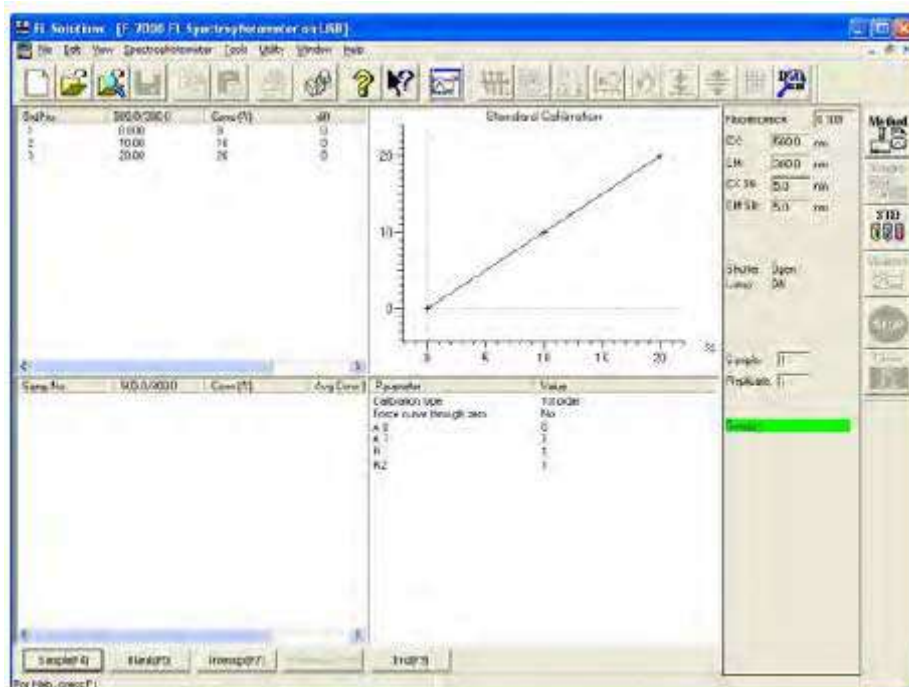
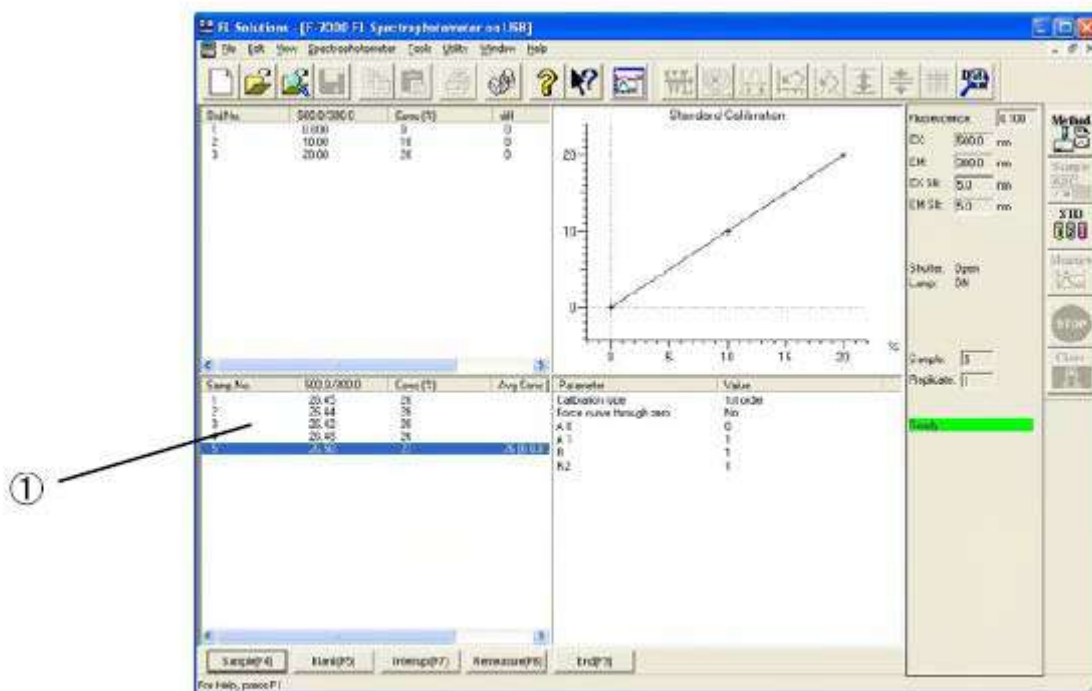

Рис. 9-3
Рис. 9-4
При нажатии на кнопку «ОК», будет начерчена калибровочная кривая, после чего выборки могут быть измерены. После того, как появится окно, показанное на рис. 9-3, нажмите рычаг устройства выборки. Результат измерения появится в области, показанной на (1) рис. 9-4.